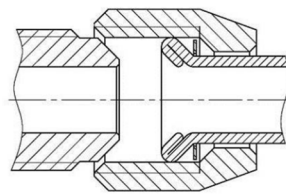

Рисунок 1.2
– При монтаже резьбовых соединений типа «Flare» (Рис. 1.2), во избежание неплотного соединения, не допускать перекос соединяемых деталей. При затяжке резьбовых соединений фреоновых магистралей с конденсаторным и испарительным блоком, необходимо поддерживать штуцер узла вторым гаечным ключом. При затяжке гаек соблюдать величины крутящих моментов, приведенные в таблице 1.3.